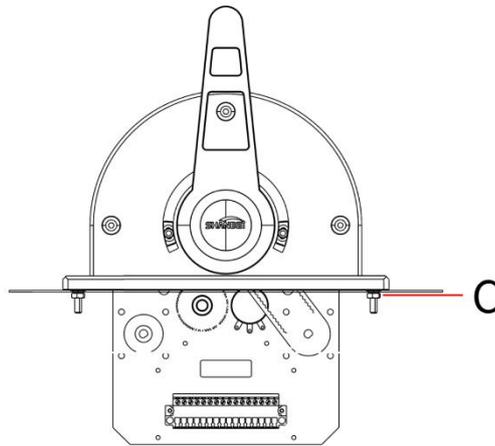

图 4.3 安装步骤图
③ 通过安装螺柱和配件将手柄固定在安装板上，拧紧螺母 C。使手柄与安装板坚固可靠。接触面不得出现间隙、不可出现晃动。（如图 4.3）